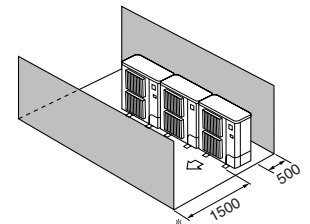

Fig. 2-11
- ④ Yalnızca öndeki ve arkadaki engeller (Fig. 2-11)